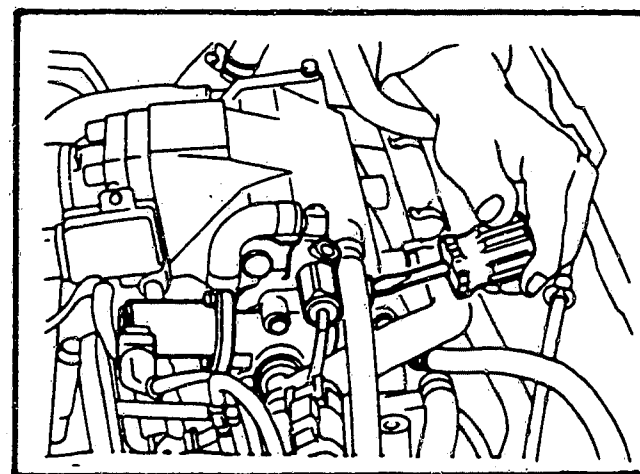

Bild 12 Das Einstellen der Leerlaufdrehzahl. Dreht man im Uhrzeigersinn, steigt die Drehzahl, im Gegenuhrzeigersinn sinkt sie.
- Leerlaufdrehzahlschraube so einstellen, dass die Leerlaufdrehzahl unter $750/\text{min}$ fällt, vorzugsweise $700 \dots 720/\text{min}$ (Bild 12).